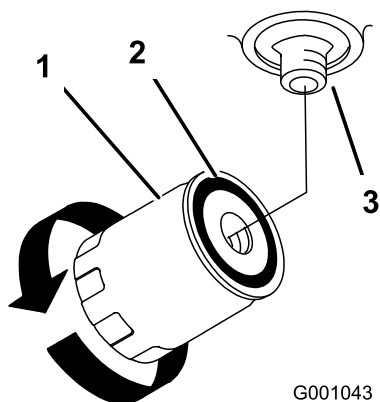

Figure 68
7. Appliquez une fine couche d'huile propre sur le joint en caoutchouc du filtre de rechange (Figure 68).
9. Remplissez le réservoir hydraulique jusqu'à ce que le liquide déborde du filtre. Tournez alors le filtre à huile dans le sens horaire jusqu'à ce que le joint en caoutchouc vienne toucher l'adaptateur du filtre. Serrez ensuite le filtre de 1/2 tour supplémentaire (Figure 68).